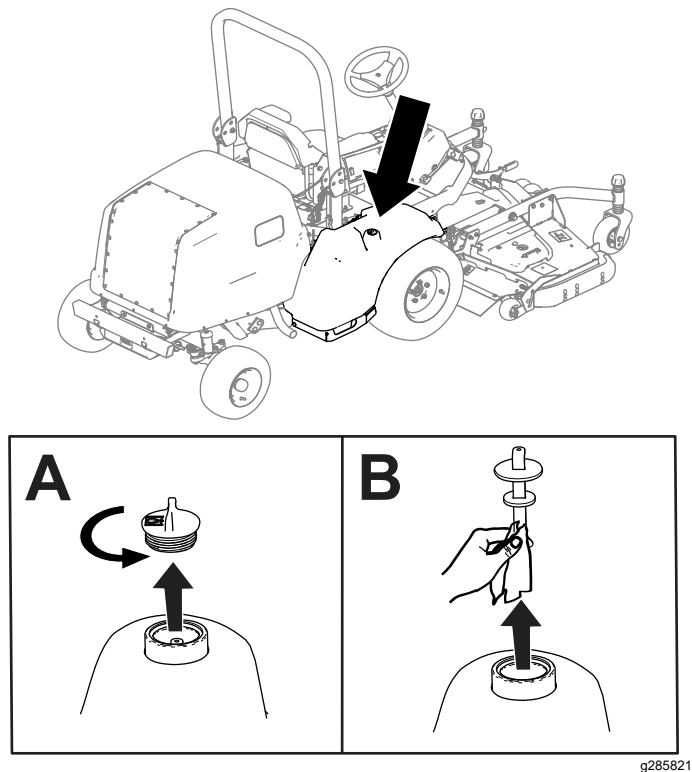

图 83
2. 从液压油箱上取下柱塞图 83。
3. 从液压油箱中取出量油尺用干净的布擦拭图 83。